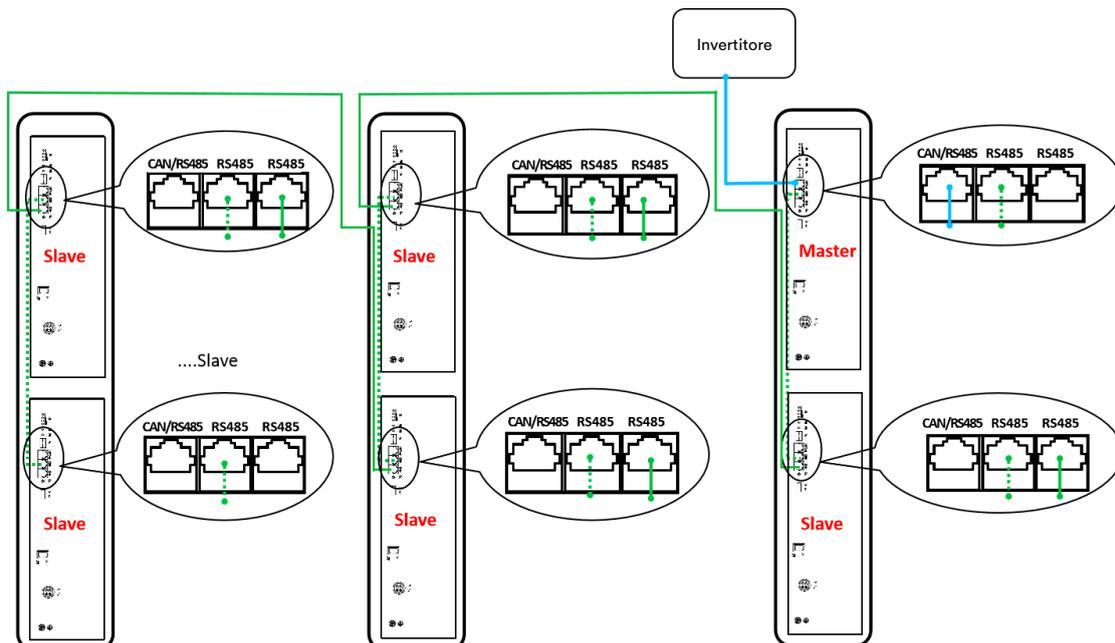
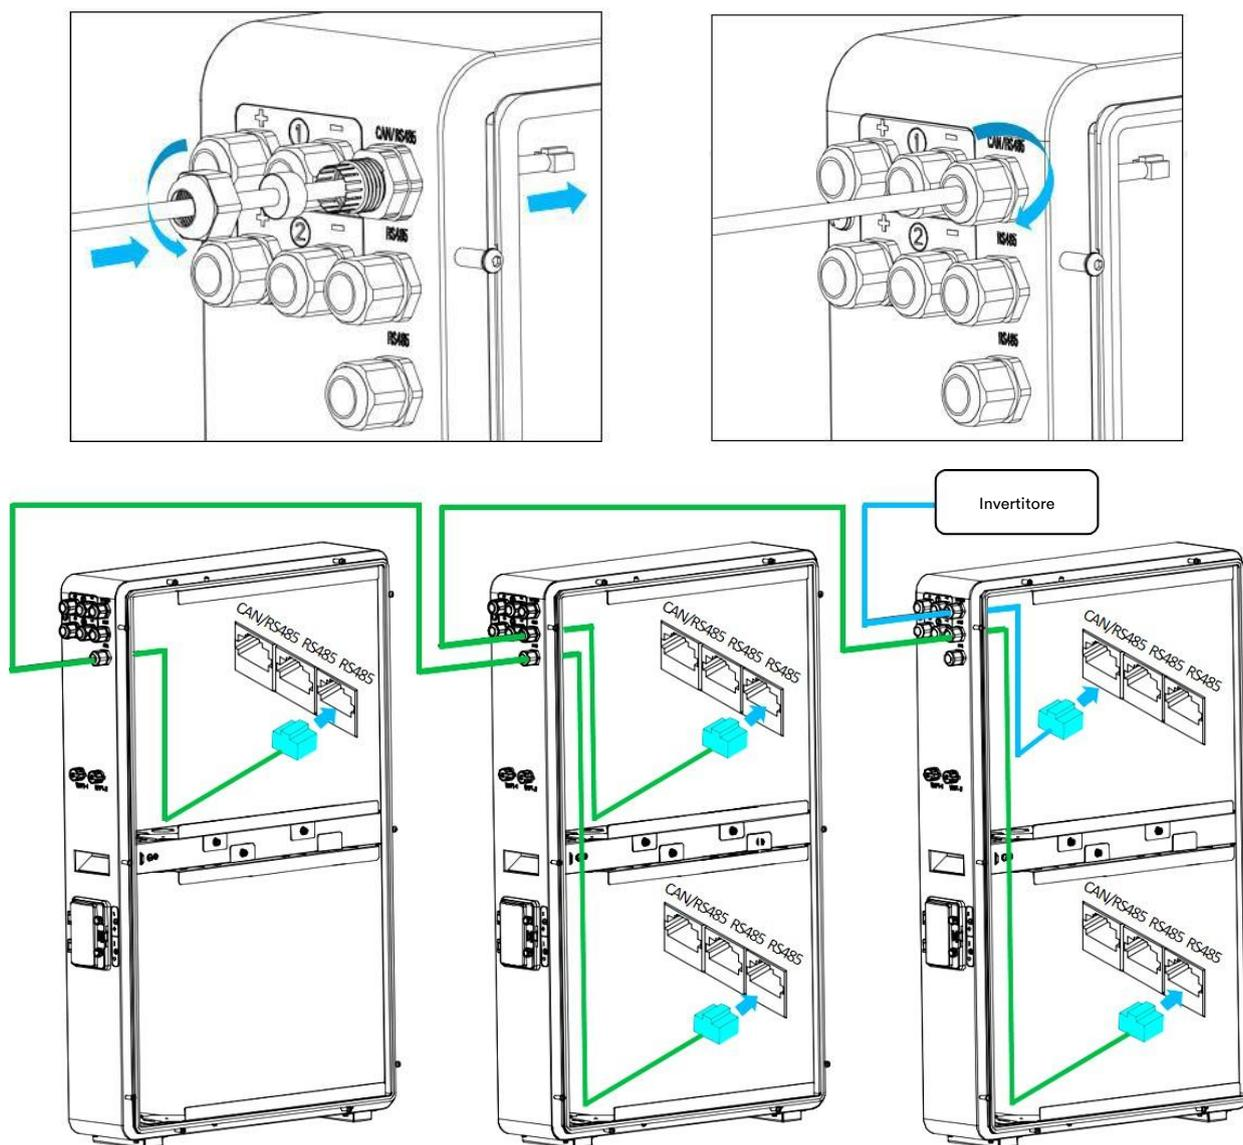

Fig. 5.3.1 Collegamento del cavo di comunicazione-3 Parallelo(30 kWh)
Fig.5.3.2 Connessione del cavo di comunicazione
4. Collegare il cavo di comunicazione alla porta RJ45 corrispondente, fare riferimento alla Fig. 5.3.1 e alla Fig. 5.3.2.